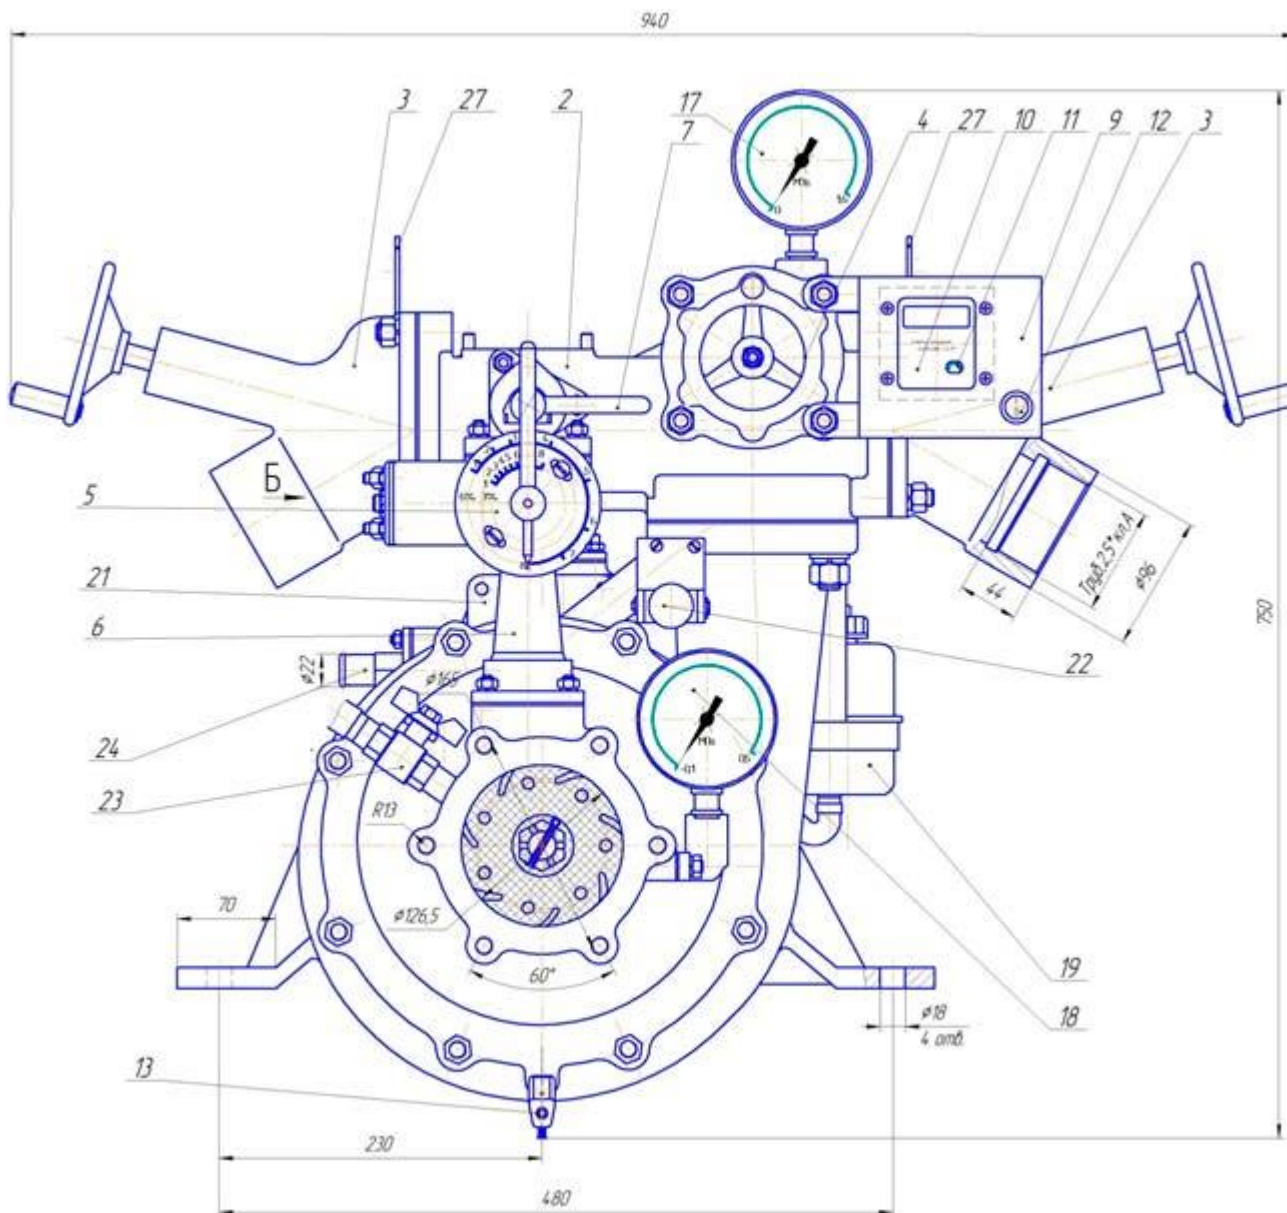

Рис. 1 Насос пожарный ПН-40УВ.01
1.3. Проверка герметичности насоса при создании разрежения.	Проверку на сухой вакуум производить в следующем порядке: закрыть все задвижки, вентили и сливной краник насоса; закрыть всасывающий патрубок; включить насос включить вакуумнасос, открыть кран 23 (рис. 1) создать разрежение до 0,75—0,85 кгс/см ² по мановакуумметру, закрыть кран 23 (приложение 1) после чего отключить вакуумнасос и насос. При нормальной герметичности насоса и его коммуникаций, вакуум должен падать не более чем на 0,2 кгс/см ² за 150 сек. Обнаружить места неплотностей можно путем опрессовки насоса водой под напором 12—13 кгс/см ² или воздухом при давлении 2—3 кгс/см ² . Во время опрессовки воздухом насос и коммуникации нужно покрыть мыльной пеной. Обнаруженные неплотности необходимо устранить.
Общая разборка (Рис. 1):
- вывернуть кран 23 (Рис. 1).
- вытянуть шплинт, снять вакуум-насос 21 (Рис. 1);
Разборка коллектора (Рис. 1):